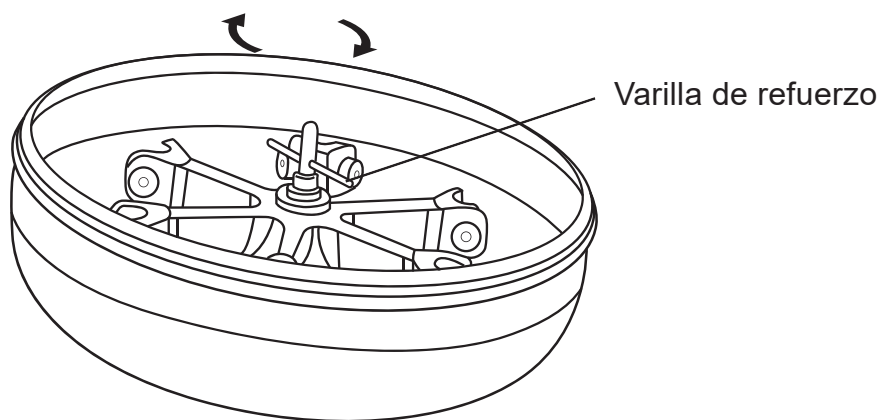

Figura 16. Indicación para el ajuste del rotor.
4. Enrosque el tornillo central (en sentido de las manecillas del reloj) en el orificio roscado de la parte superior del eje impulsor. Finalmente, utilice la varilla de refuerzo suministrada para insertarla en el orificio redondo del tornillo central. Después apretar el cuerpo del rotor al eje impulsor (Figura 16).